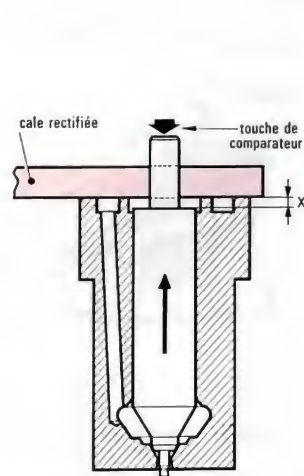

Fig. 25. — Vue en coupe d'un injecteur, montrant la valeur de la levée d'aiguille.
a) Utilisation d'un outillage courant (fig. 25 et 26).